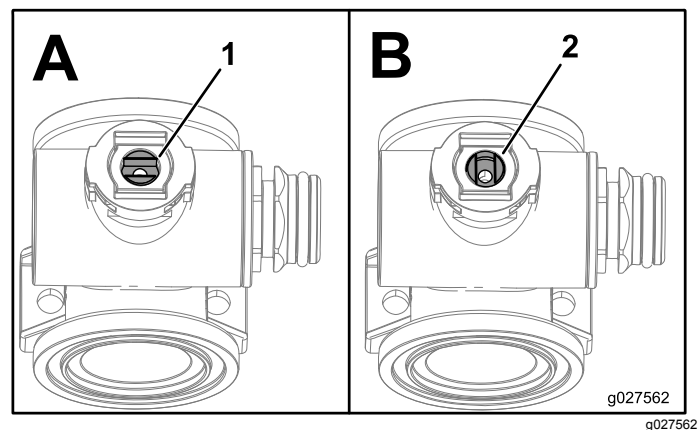

Bild 97
1. Drehen Sie den Ventilschaft so, dass er in der geschlossenen Stellung ist (B in **Bild 97**).
3. Drehen Sie den Ventilschaft so, dass die Kugel in der geöffneten Stellung ist (A in Bild 97).
7. Drehen Sie den Ventilschaft so, dass das Ventil geschlossen ist (B von Bild 97).